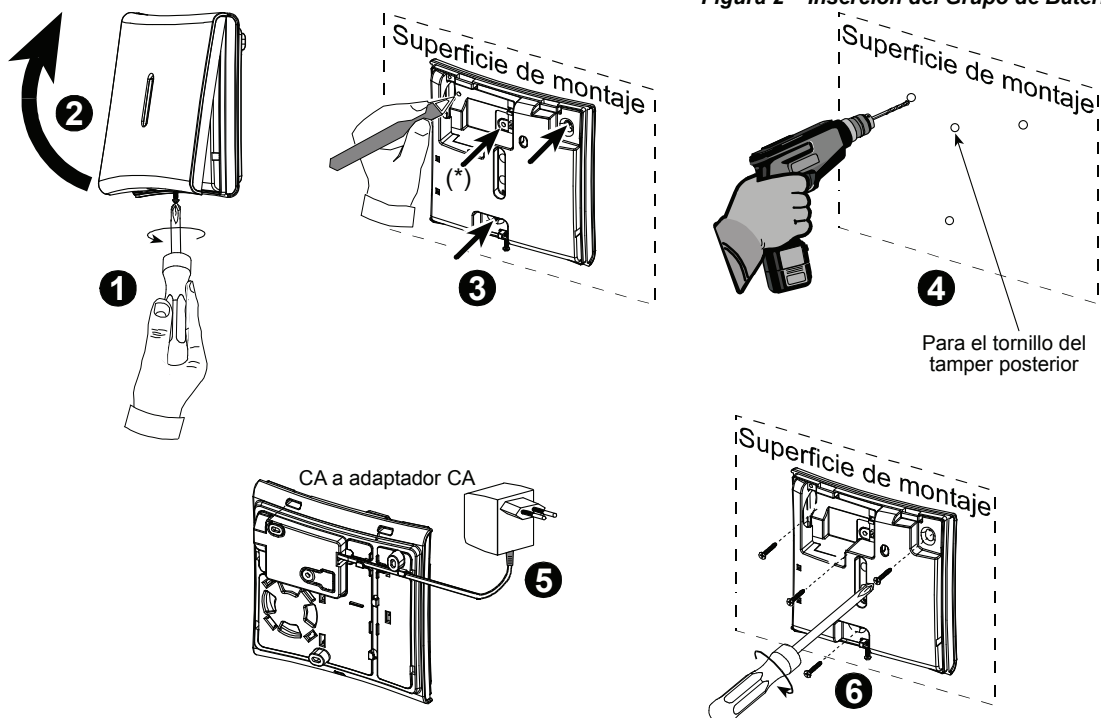

Figura 3 - Instalación
- D. Monte el repetidor en el local seleccionado, como se muestra en la Figura 3.